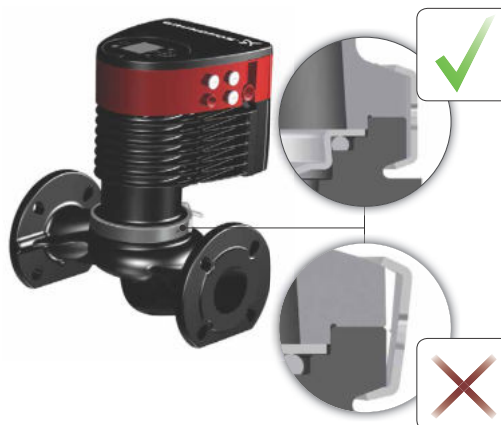

Abb. 13 Montieren des Pumpenkopfs auf dem Pumpengehäuse
3. Achten Sie darauf, dass die Kontaktflächen zwischen dem Pumpengehäuse und dem Pumpenkopf vollständig aufeinanderliegen, bevor Sie das Spannband festziehen. Siehe Abb. 13.
Überprüfen Sie die Position des Spannbands, bevor Sie es festziehen. Eine falsche Position des Spannbands verursacht Leckagen aus der Pumpe und beschädigt die hydraulischen Teile des Pumpenkopfs. Siehe Abb. 13.
Alternativ zu den Dämmschalen können Sie das Pumpengehäuse und die Rohrleitungen auch wie in Abb. 13 dargestellt dämmen.